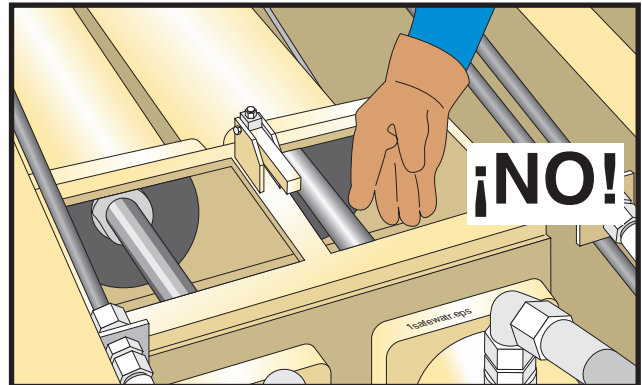

Figura 51
8.30 **⚠️ ADVERTENCIA** Peligro de aplastamiento/amputación. No quite las tapas de la caja de agua o las rejillas cuando la máquina esté en funcionamiento (Figura 51). Si debe quitar la tapa de la caja de agua (para agregar agua, por ejemplo) y no hay una rejilla